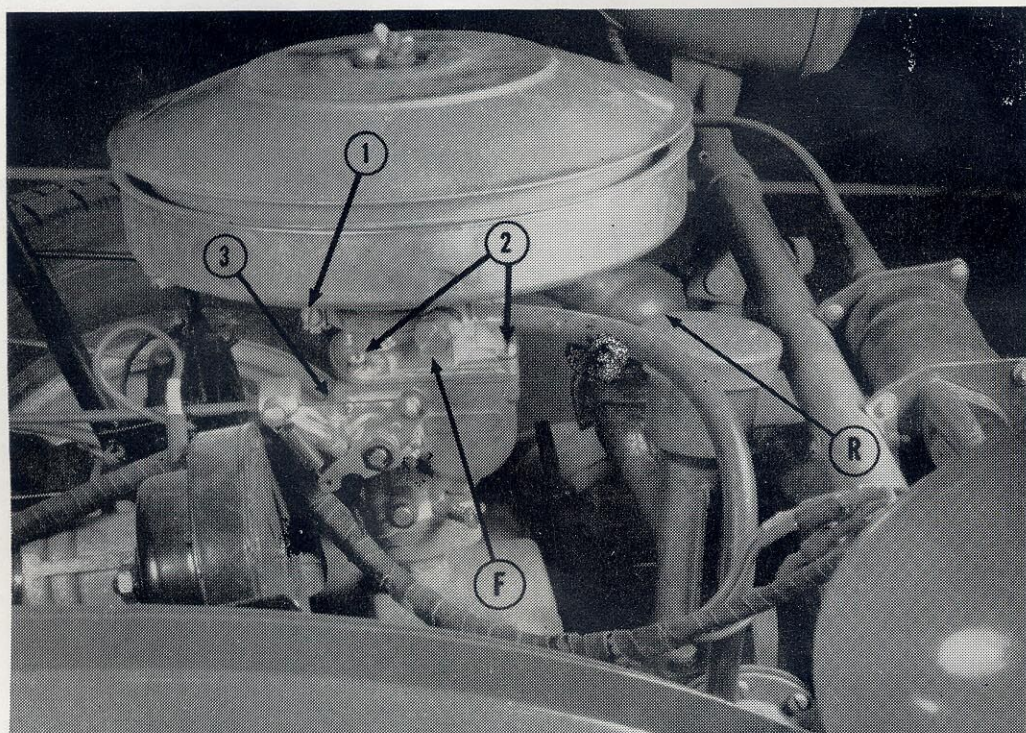

FIG. 11
Carburateur (fig. 11)
- démontez le couvercle de la cuve du carburateur (4 vis [2 fig. 11] et leurs symétriques de gauche), **faites attention à ne pas abîmer le joint papier**;
A l'entrée du carburateur, à côté du raccord de la canalisation (en F, fig. 11), le filtre est constitué par un cylindre de fine toile métallique. Il peut, à la longue, se charger d'un dépôt blanchâtre qui gêne l'arrivée d'essence. Son nettoyage est très facile.
- d) De vérifier le fonctionnement des clapets des reniflards (en R, fig. 11 et 14).